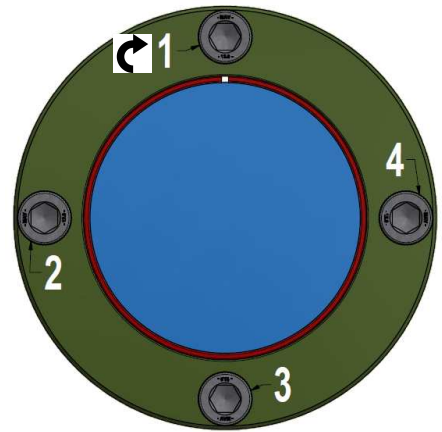

Fig. 4. Esempio di schema di serraggio.
3. Usare una chiave dinamometrica, regolata ad una coppia maggiorata di circa il 5% rispetto alla coppia di serraggio (Ma) di catalogo. **Avvitare progressivamente le viti in più passate, con sequenza oraria o anti-oraria (fig. 4), serrando di ¼ di giro circa ad ogni passata, fintanto che non sia più possibile serrare di ¼ di giro.**